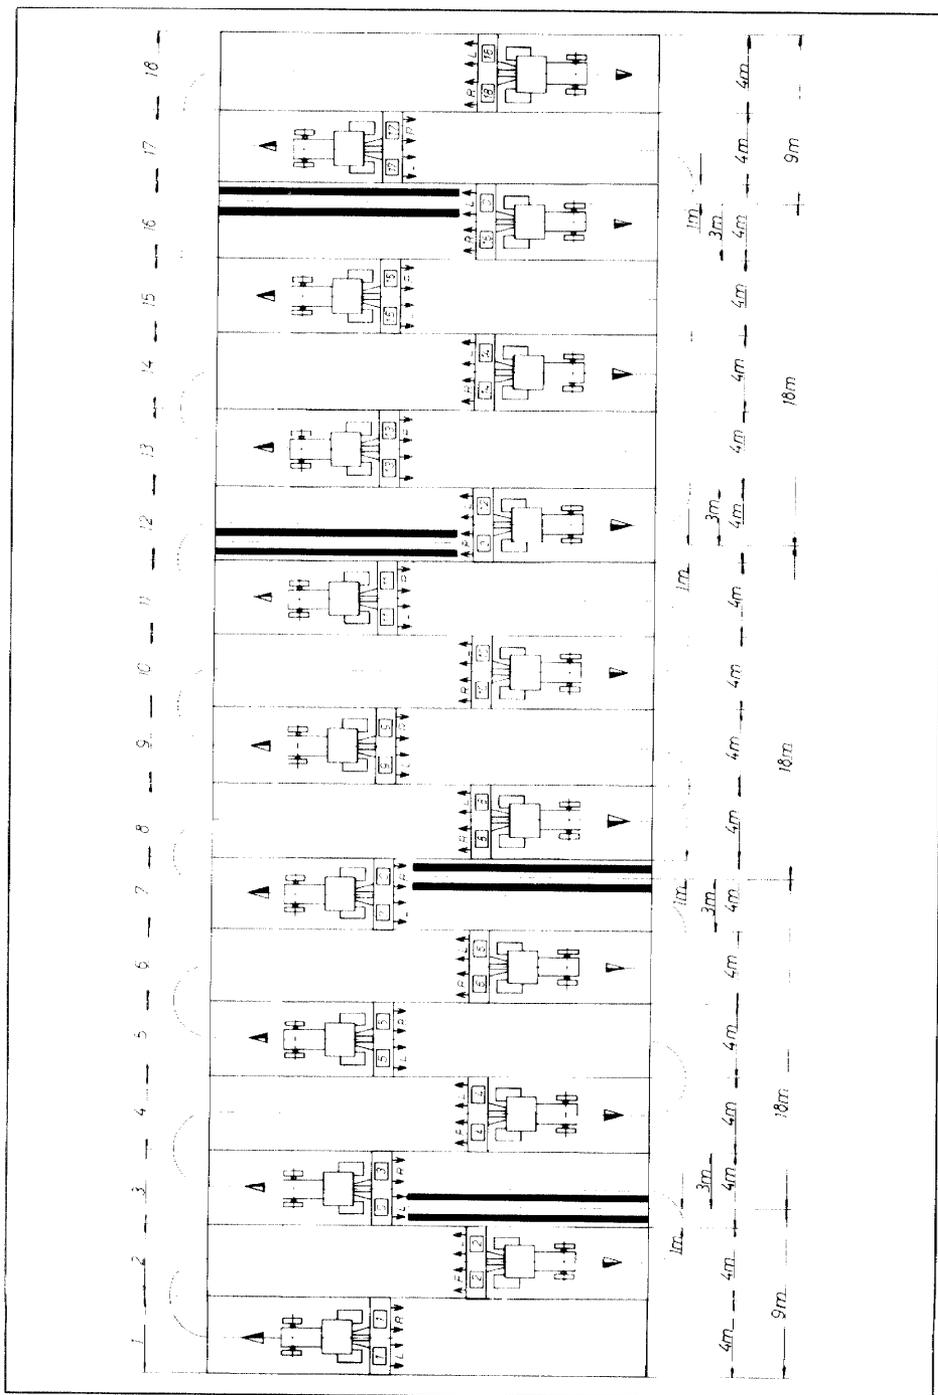

Fig. 89
- 3) Während der Arbeit zeigen die beiden Schaltkästen den Schaltrhythmus wie folgt an (vergl. Fig. 89):